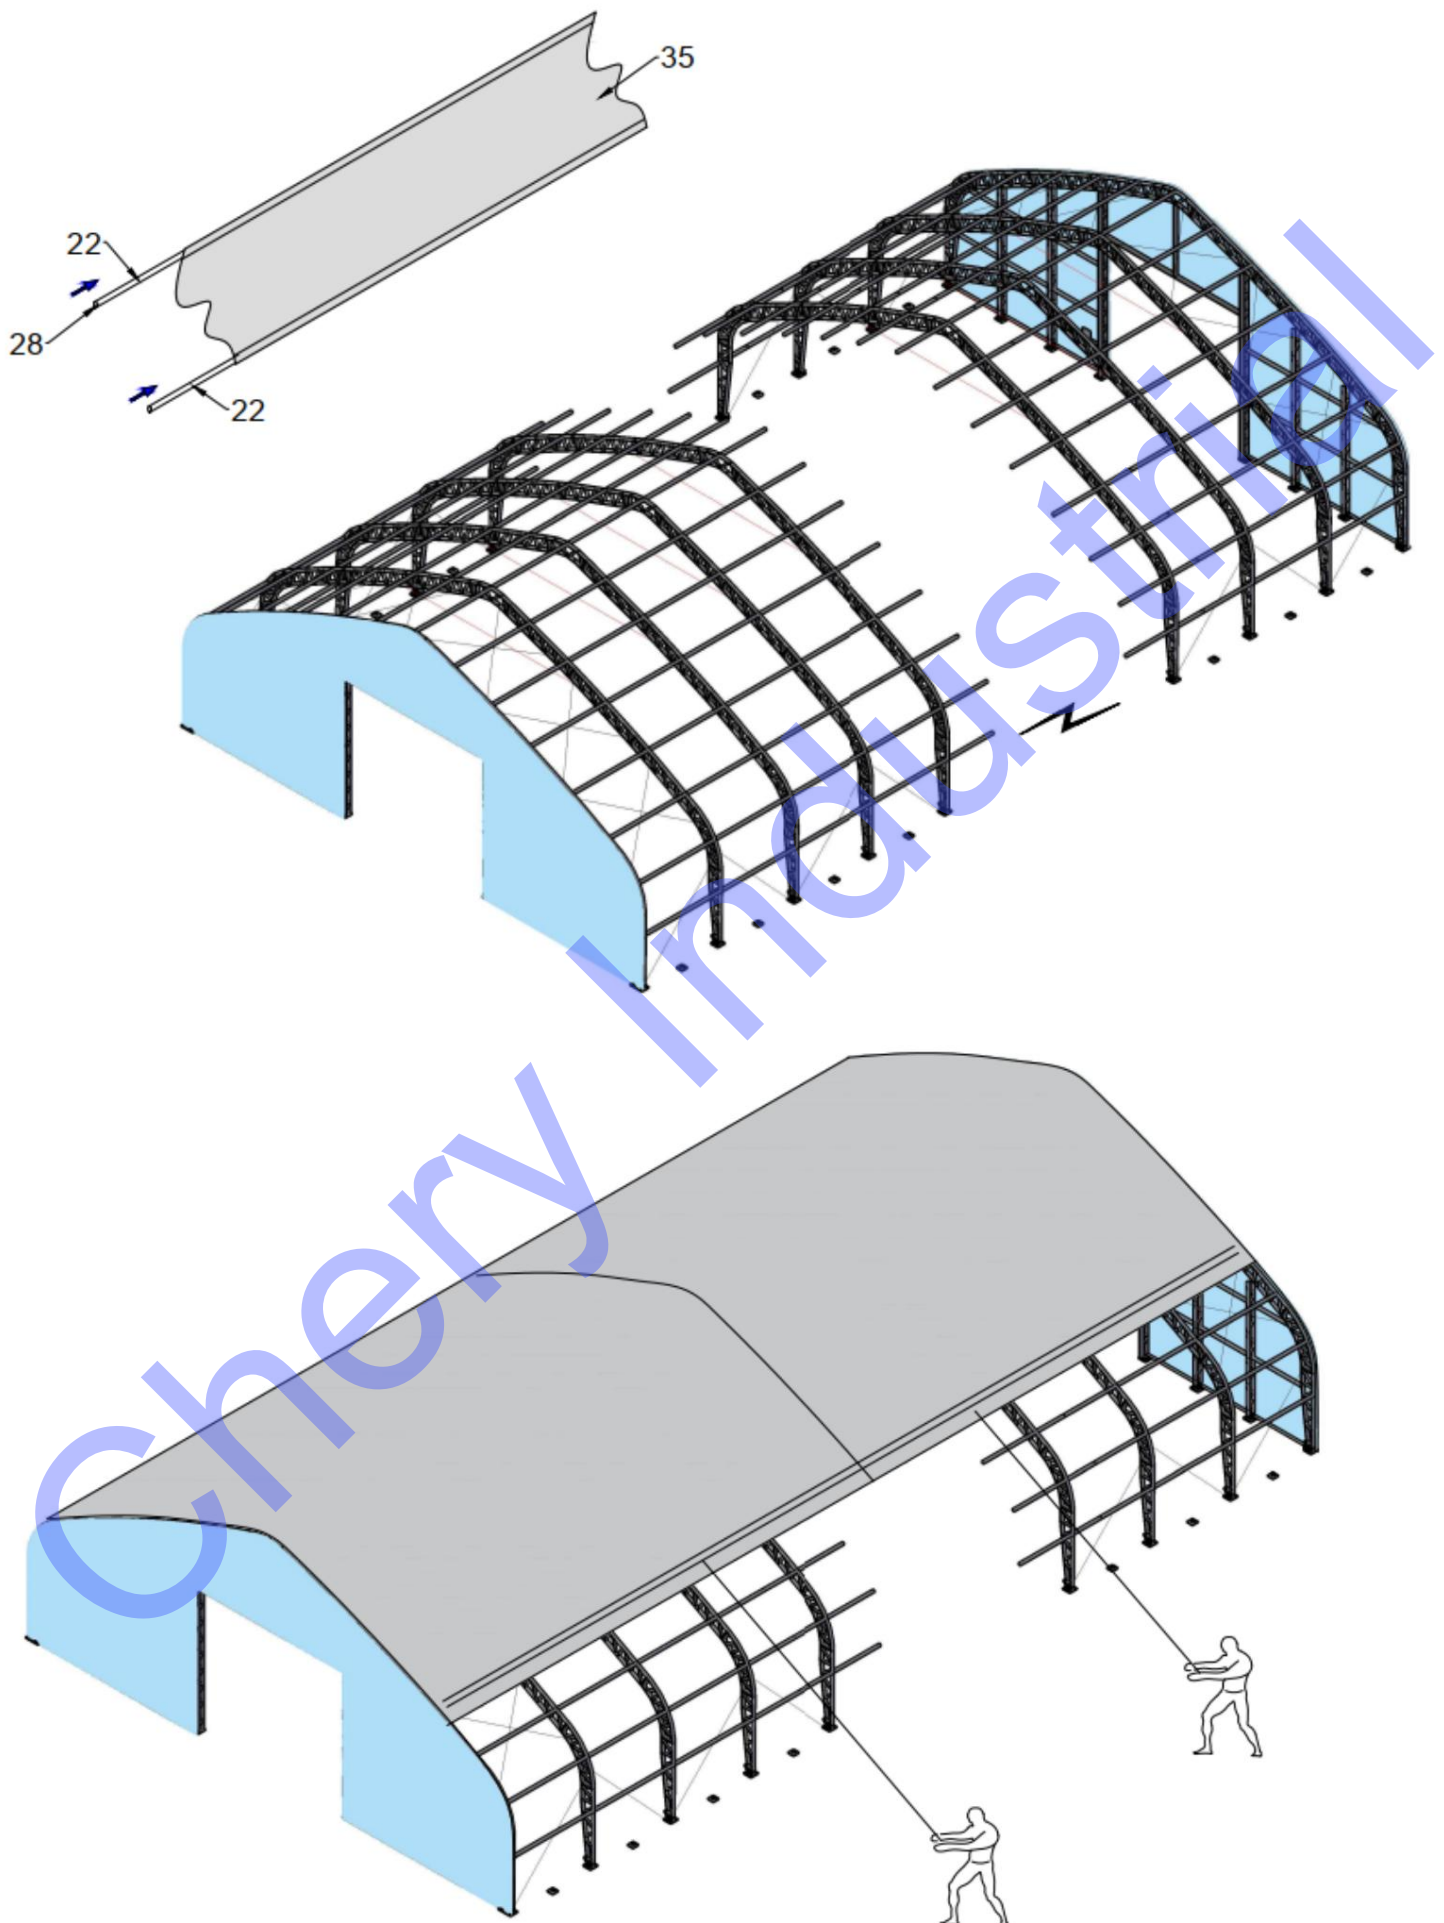
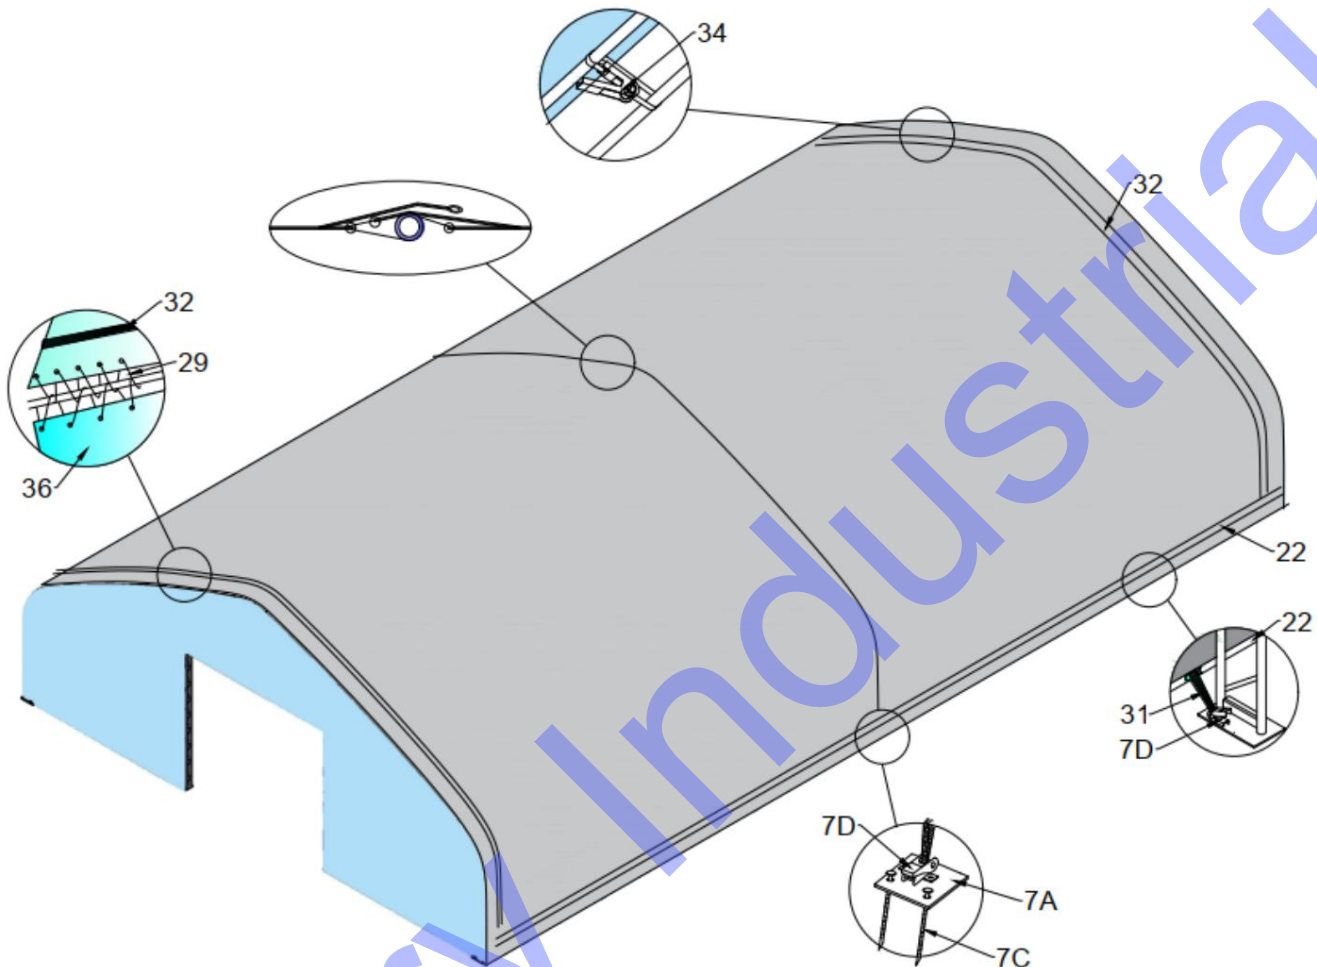

Figure 7
Figure 8
1. Comme le montre la figure 7, lorsque deux morceaux de couverture de toit sont au-dessus de l'assemblage du cadre (voir la figure 7), insérez le tube en PVC (pièce n° 32) dans les poches le long des deux côtés de la couverture de toit, trouvez le petit cliquet (pièce n° 34) pour connecter le tube en PVC dans la couverture de toit par pièces (voir la figure 8).
3. Insérez les tubes de tension (n° 22), pliez bien la couverture du toit sur le cadre, puis placez les capuchons en plastique (n° 28) à l'extrémité des tubes de tension (voir figure 8), puis fixez les cordes sur le cadre à tour de rôle.